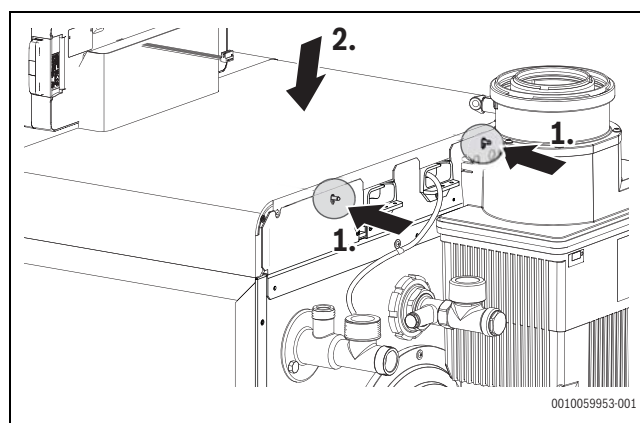

Bild 41 Kesselhaube montieren
- Kesselhaube mit den Pins in die Rückwand einsetzen und nach unten klappen (→ Bild 41)